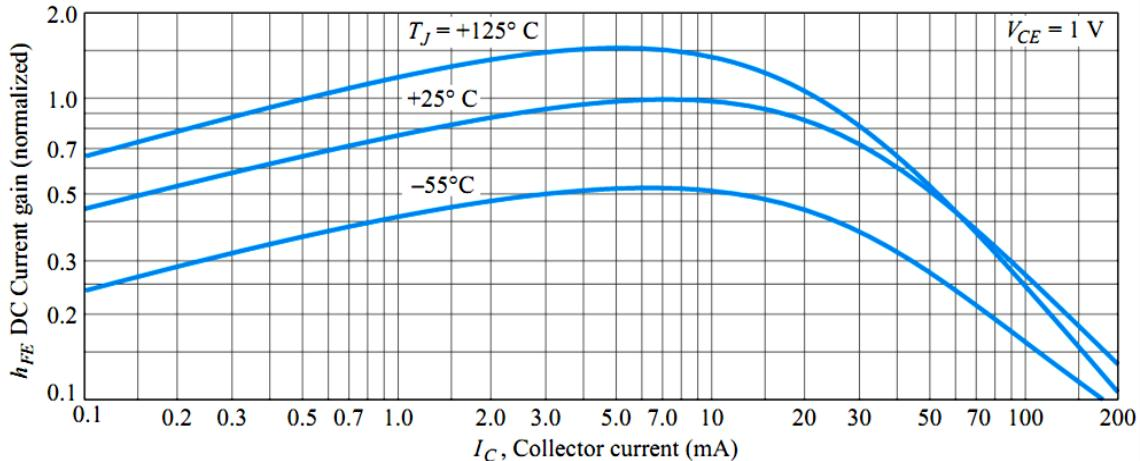

Figura 2.52 – Curvas  $h_{FE}$  em função da temperatura e de  $I_C$  no TJB 2N3904 (BOYLESTAD e NASHELSKY, 2004)
- 2) influência da temperatura (Figura 2.52): quanto maior a temperatura da junção de um TJB, maior é o ganho de corrente.